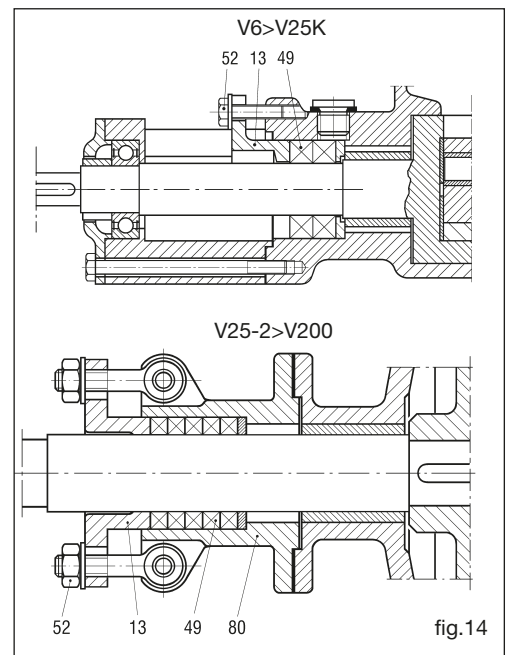

fig.14
**11.7 Démontage de la garniture à tresse (pompes en fonte de V25-2 à V200 et pompes en acier de V6 à V25) (fig. 14)**
- ❑ Desserrer les écrous ou les vis (52) et libérer le presse-étoupe (13).
- ❑ Enlever les anneaux de la tresse (49) à l'aide d'un extracteur spécifique ou d'un tournevis et les remplacer après avoir nettoyé le logement correspondant. Monter la tresse neuve qui est fournie déjà prête à l'emploi. Couper la tresse à 45° en fonction du diamètre de l'arbre s'il faut la préparer.